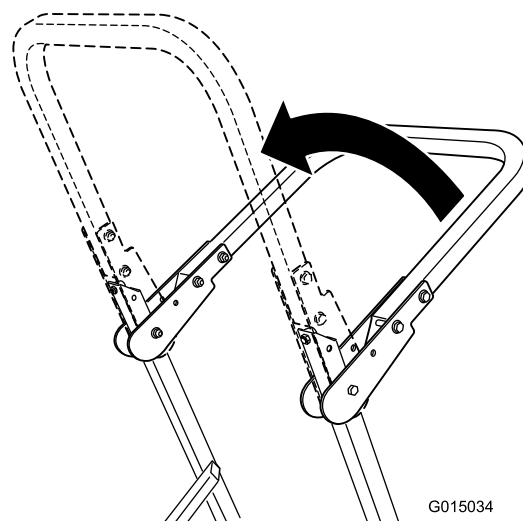

Figure 10
2. Relevez l'arceau de sécurité en position redressée (Figure 10).
3. Mettez en place les goupilles de verrouillage. Fixez les goupilles de verrouillage avec la goupille fendue (Figure 10).
4. Pour abaisser l'arceau de sécurité, retirez la goupille fendue puis la goupille de verrouillage (Figure 10).